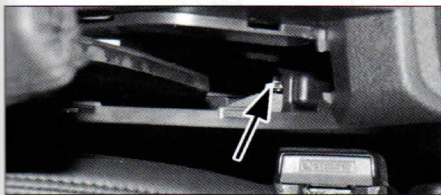

FIG. 10
• Girar el tornillo de reglaje del freno de mano (**fig. 10**).